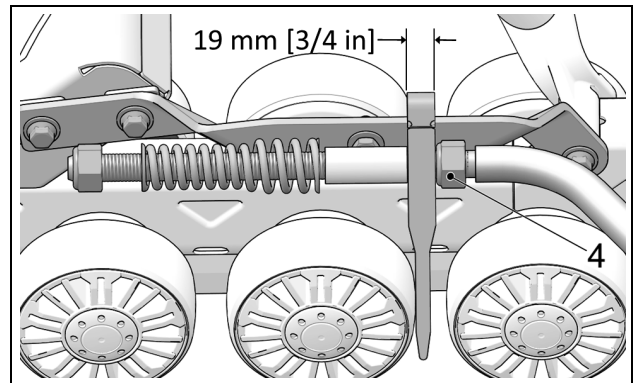

Abbildung 13
- Stellen Sie Mutter (4) ein, um einen Abstand von 19 mm zwischen Mutter und Stabilisierungsarmführung, wie in Abbildung 13 dargestellt, zu erzielen.